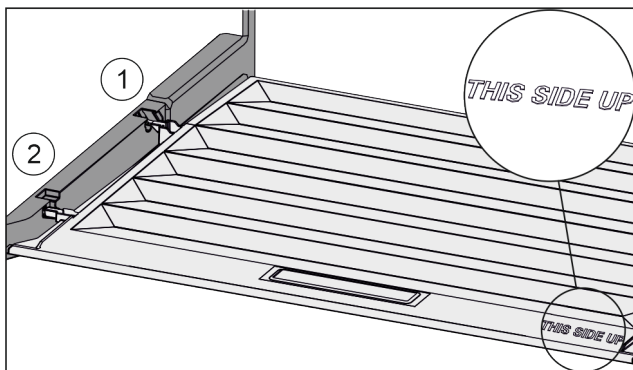

Fig. 74
- ▶ Vezesse be a fedél bordáit a hátsó tartó Fig. 74 (1) nyílása fölé, elöl pedig pattintsa be azokat a tartóba Fig. 74 (2).